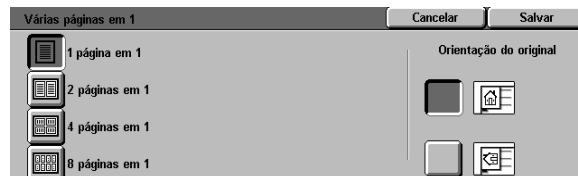

Figura 6: tela Múltiplas acima com o padrão selecionado
- 1 Toque no ícone **Múltiplas acima**, na guia Formatos de saída, para exibir a tela Múltiplas acima, como na Figura 6.